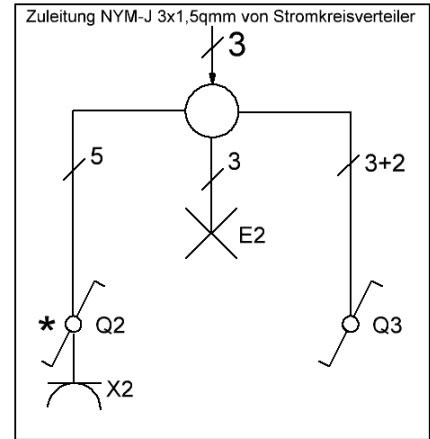

Abb. 22: Übersichtsschaltplan der Installationsschaltung im Flur
Nimm als Hilfestellung am besten den Übersichtsschaltplan des Flures in Abb. 22 der in den Unterlagen zu finden war. Auch die Hinweise der Impulskarte können wichtig für dich sein.
- k.) Bestimmt ist dir bereits aufgefallen, dass im Übersichtsschaltplan in Abb. 22 (S. 45), abgesehen von der 3-adrigen Zuleitung des Stromkreisverteilers und vom Leitungsstück zu Q3, keine Angaben zur (Gesamt-)Aderanzahl in den einzelnen Leitungsstücken gemacht werden.